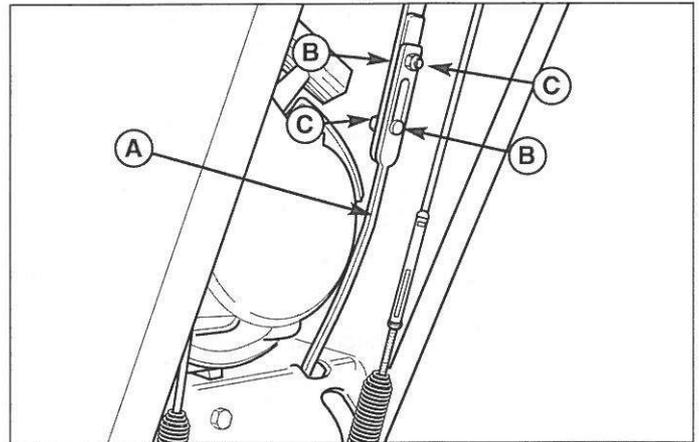

Figura 15. Tiranteria del cambio
1. Allentare i due dadi (C, Figura 15).
3. Spingere l'asta inferiore nell'alloggiamento e serrare i due dadi. Non sollevare o abbassare le aste nel corso del serraggio. Controllare che gli spillamenti dei dadi a testa tonda (B) siano inseriti nelle scanalature.